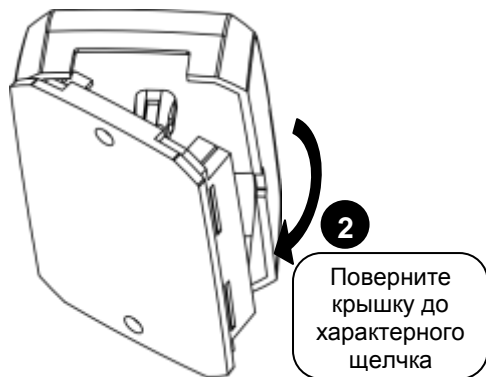

Рисунок 3. Установка крышки контроллера
- 4.2.1 Подключите источник питания к клеммам ХТ1.1 и ХТ1.2 (рис. 3)
- 4.3 Закройте крышку контроллера в порядке, указанном на рис. 3.